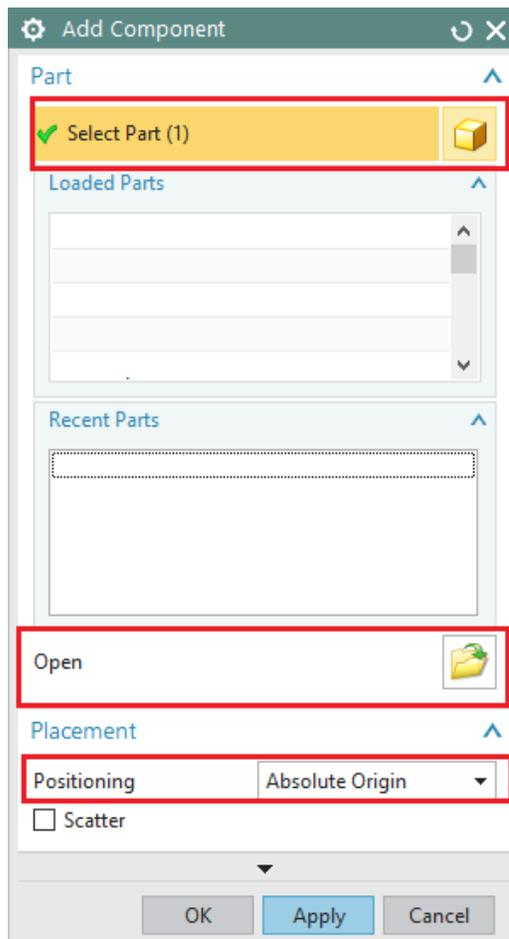

Figura 1.3 Menú Add Component.
- En la ventana de **Add component**, dar click en **Open**, dirigirse a la ruta en donde se descomprimió ensamble.rar y dar doble click en la pieza lamina.prt (Figura 1.3).
- En el apartado de **Placement**, seleccionar **Positioning** → **Absolute Origin** (Figura 1.3).